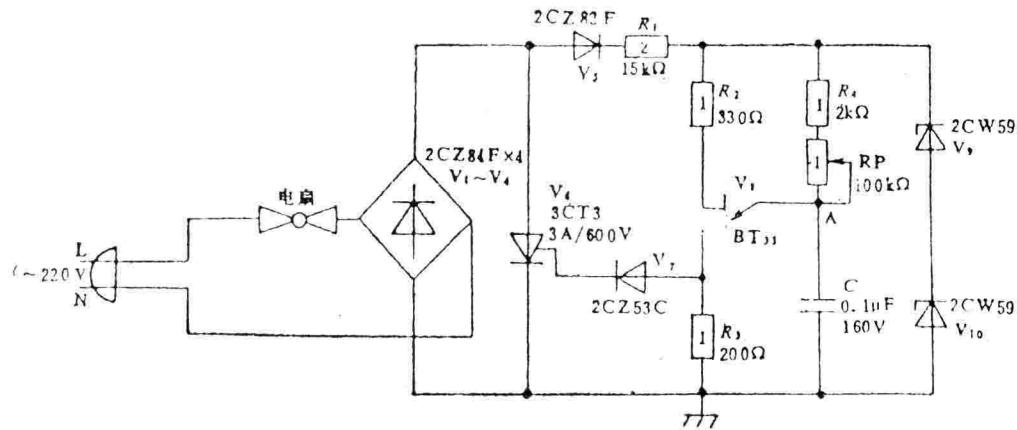
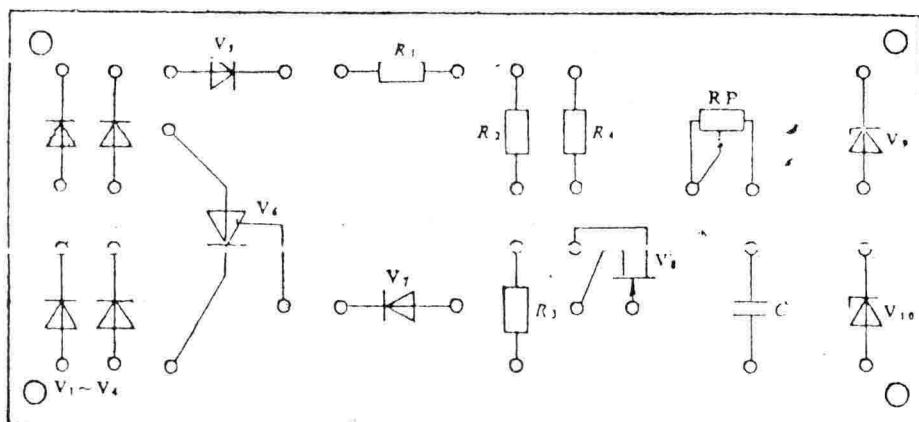

图 1 电气原理图
图 2 元件布置图
- 1、预习电路工作原理（见图 1），做好电路安装和调试前的各项准备。
- 2、按图 1 和图 2 安装接好电路：电风扇的一根支线应通过电源插头直接与相线相接，另一根支线接电路的输入端（见图 1）。